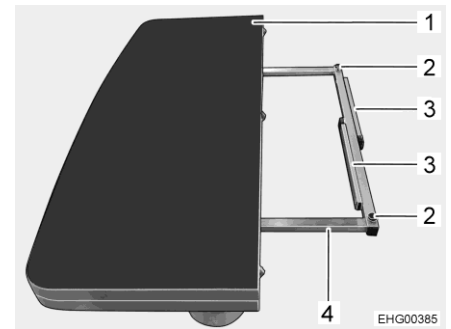

Bild 95 Bordsskiva, ihopfällt
- Dra ut bordsskivans ram (Bild 95,4).
- Fäll ner halva bordsskivan (Bild 95,1) och placera den på bordsskivans ram.
- Justera vid behov höjden på bordsskivan med de två vreden (Bild 95,2).
- Fäll ut båda stödfötterna (Bild 95,3).